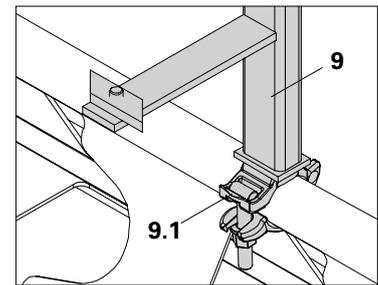

Fig. A2.12a
1. Fixer les fixations d'échelle HD 200 (9) avec les colliers (9.1) sur le tube d'étais de l'étais HD (10). (Fig. A2.12a)
2. Prémonter le garde-corps (8) à la longueur souhaitée.